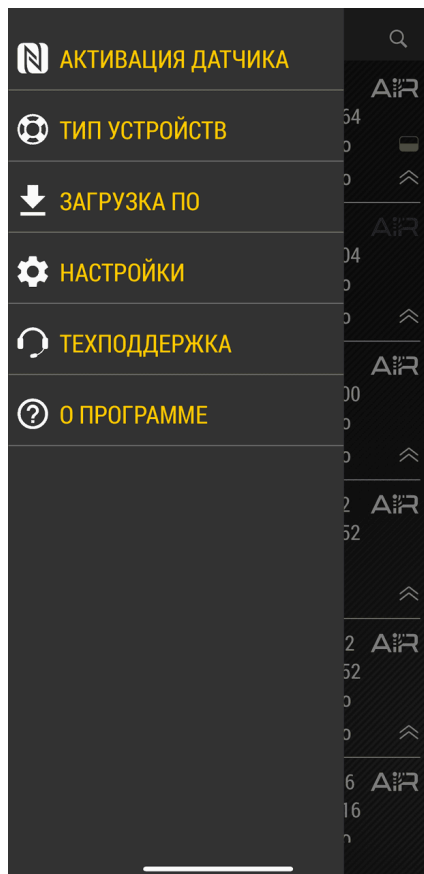

Рис.36. Загрузка ПО
2. Далее выберите в списке вариант «**Загрузка ПО**» (Рис.36).